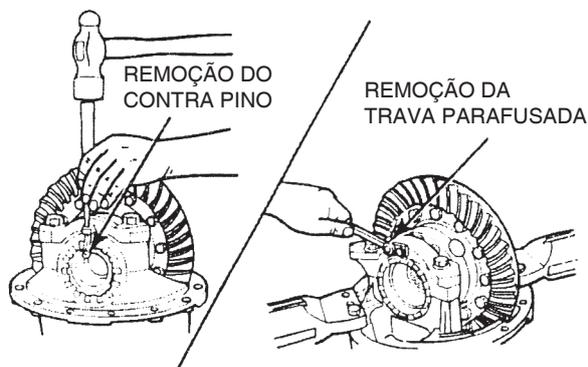

Figura 3.42
3. Remova os parafusos, contra-pinos, pinos redondos ou travas, conforme o uso, que mantém os anéis de ajuste dos rolamentos da caixa dos satélites em sua posição. Use um pequeno pino e um martelo para remover os pinos. As travas são mantidas em sua posição por 2 parafusos. Figura 3.42.